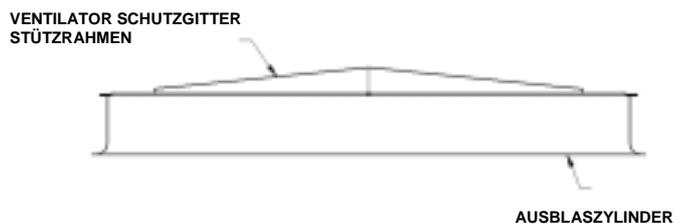

Abb. 18 – Installation des Stützrahmens
1. Platzieren Sie den Stützrahmen oben auf dem Ausblaszylinder (Abb. 18).